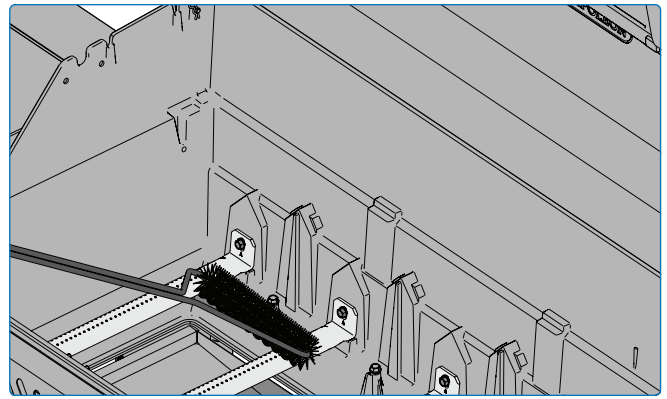

Fig. 21
5. Balayez tous les débris restants à l'intérieur du grill dans le bac d'égouttement (**Fig. 21, 22**).